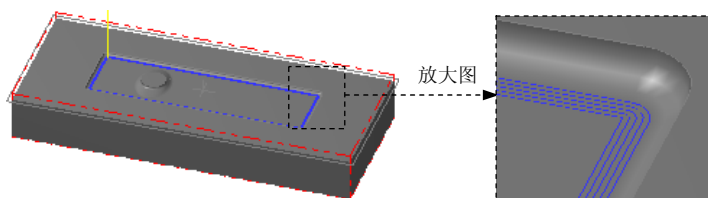

图 7.20 刀具路径
Step12. 单击“2D 刀具路径 - 外形铣削”对话框中的  按钮, 完成参数设置, 此时系统将自动生成图 7.20 所示的刀具路径。